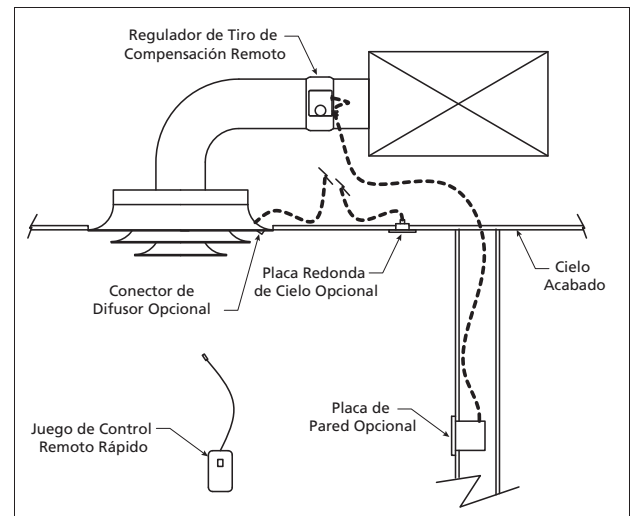

Figura 2 — Instalación
1. Monte el regulador de tiro nivelado en el conducto. Instale el regulador de tiro en la red de conductos dentro con el actuador orientado hacia el lado del conducto dónde se debe ubicar el actuador (consulte la Figura 2).
2. Fije el bastidor del regulador de tiro al conducto con un mínimo de (3) tornillos autorroscantes (de terceros) a un lado del regulador de tiro. Asegúrese de que los sujetadores no interfieran con el funcionamiento de la paleta.